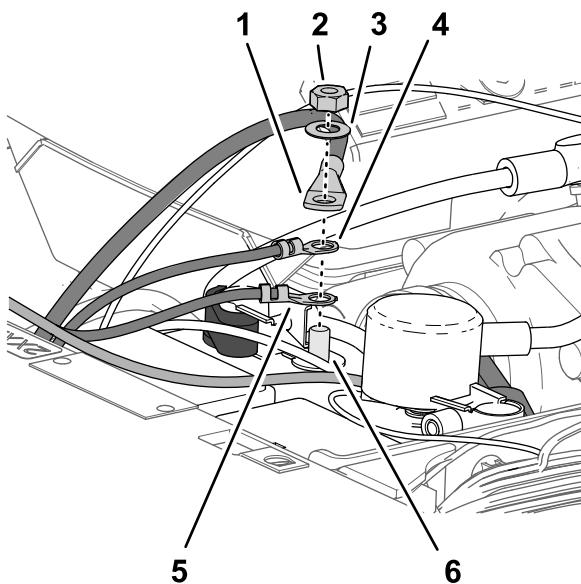

Bild 212
5. Montieren Sie die folgenden Kabel-Anschlussklemmen in der folgenden Reihenfolge an der Gewindestrebe des Minuspols der Batterie (Bild 212):